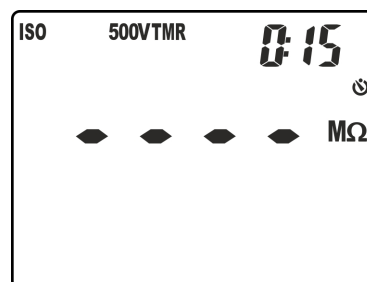

Fig. 20: Configuration du temps de mesure en mode TMR
5. Cliquer sur les touches **▼/☼** ou **▲/ZERO** pour configurer le temps de mesure (Timer) en choisissant parmi les options : **15s, 30s, 1min, 5min, 10min**. Noter la valeur à droite de l'écran (voir Fig. 20)
5. Cliquer sur les touches **▼/⚡** ou **▲/ZERO** pour configurer le temps de mesure (Timer) en choisissant parmi les options : **1min (pour mesure DAR)** ou **10min (pour mesure PI)**. Noter la valeur à droite de l'écran (voir Fig. 20)